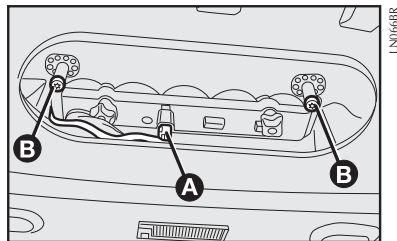

fig. 26
BRAKE LIGHT - figs. 26 e 27
- Retirar os suportes laterais **B-fig. 26**;